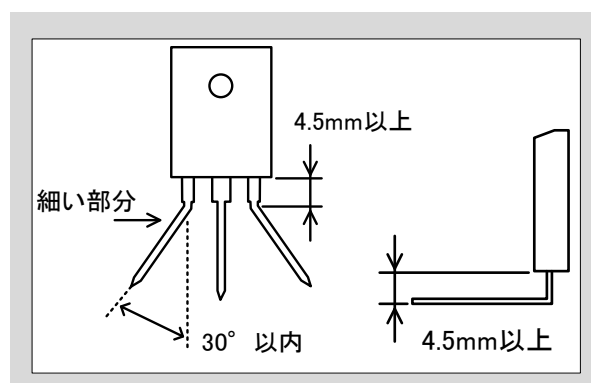

図6-4 端子成形上の注意点
- ・端子を横方向に曲げる場合は、図6-4のようにパッケージから4.5mm以上離れた部分で30°を超えないように折り曲げてください。